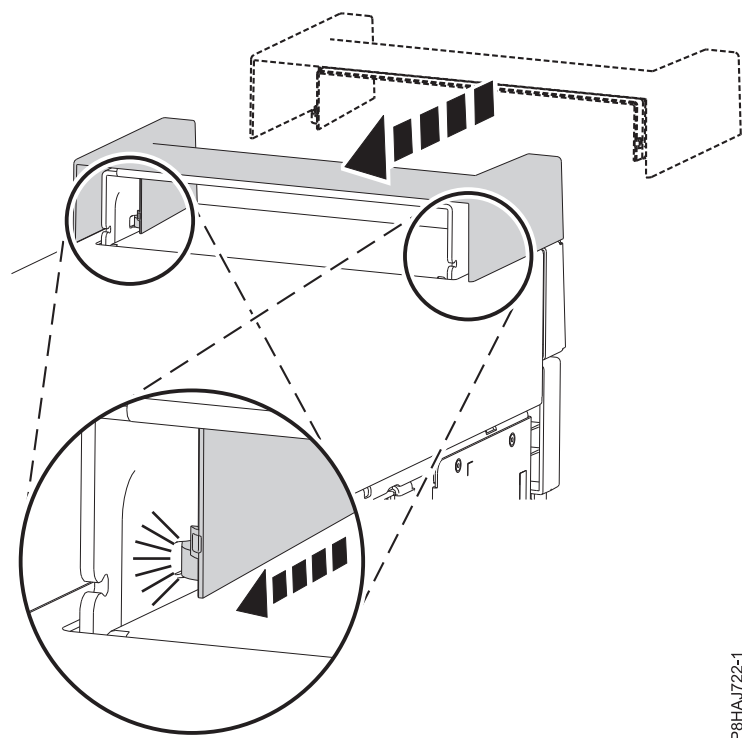

Figura 179. Fixar a tampa da pega num sistema autónomo 8286-41A
1. Fixe a tampa da pega à base de acoplamento RDX interna (FC EUA3) ao deslizar a mesma na direcção da parte posterior do sistema. Consulte Figura 179.